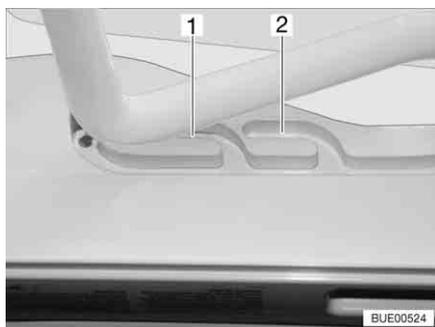
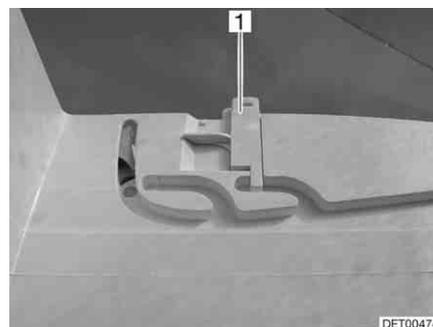

Fig. 70 Claraboya Heki en posición de ventilación
Fig. 71 Bloqueo de la posición de ventilación
La claraboya Heki se puede colocar en dos posiciones de ventilación: Posición de mal tiempo (Fig. 70,1) y posición mediana (Fig. 70,2). Según el modelo, la claraboya podrá ser bloqueada en la posición central con los dos pestillos (Fig. 71,1) a la izquierda y la derecha en el marco de la claraboya.
- Presionar el estribo ligeramente hacia arriba y empujarlo en la guía seleccionada (Fig. 70,1 ó 2) y, si fuera necesario, bloquearlo.